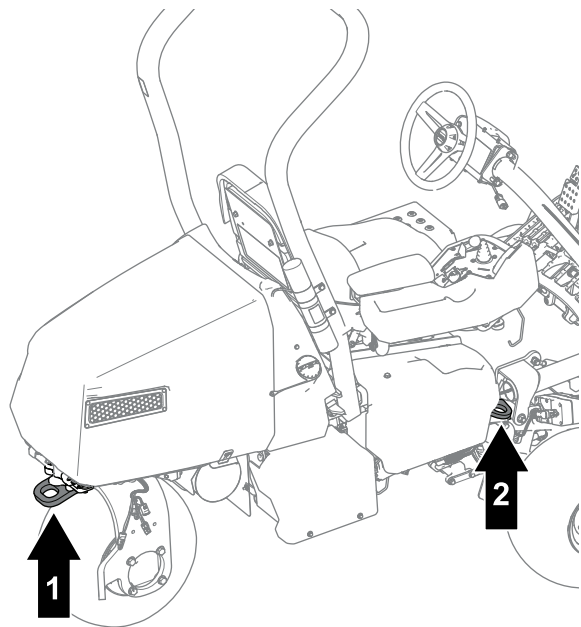

図 32
- 荷台に載せたら、ストラップ、チェーン、ケーブル、ロープなどで機体を確実に固定してください。機体の前後に取り付けた固定ロープは、どちらも、機体を外側に引っ張るように配置してください 図 32。